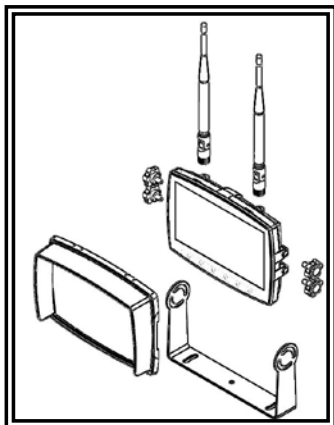

Figura 4
3. Instale el monitor en la abrazadera en "U" como se muestra en la Figura 4. Ajuste la posición del monitor para conseguir el mejor ángulo de visualización antes de ajustar los dos tornillos a cada extremo.